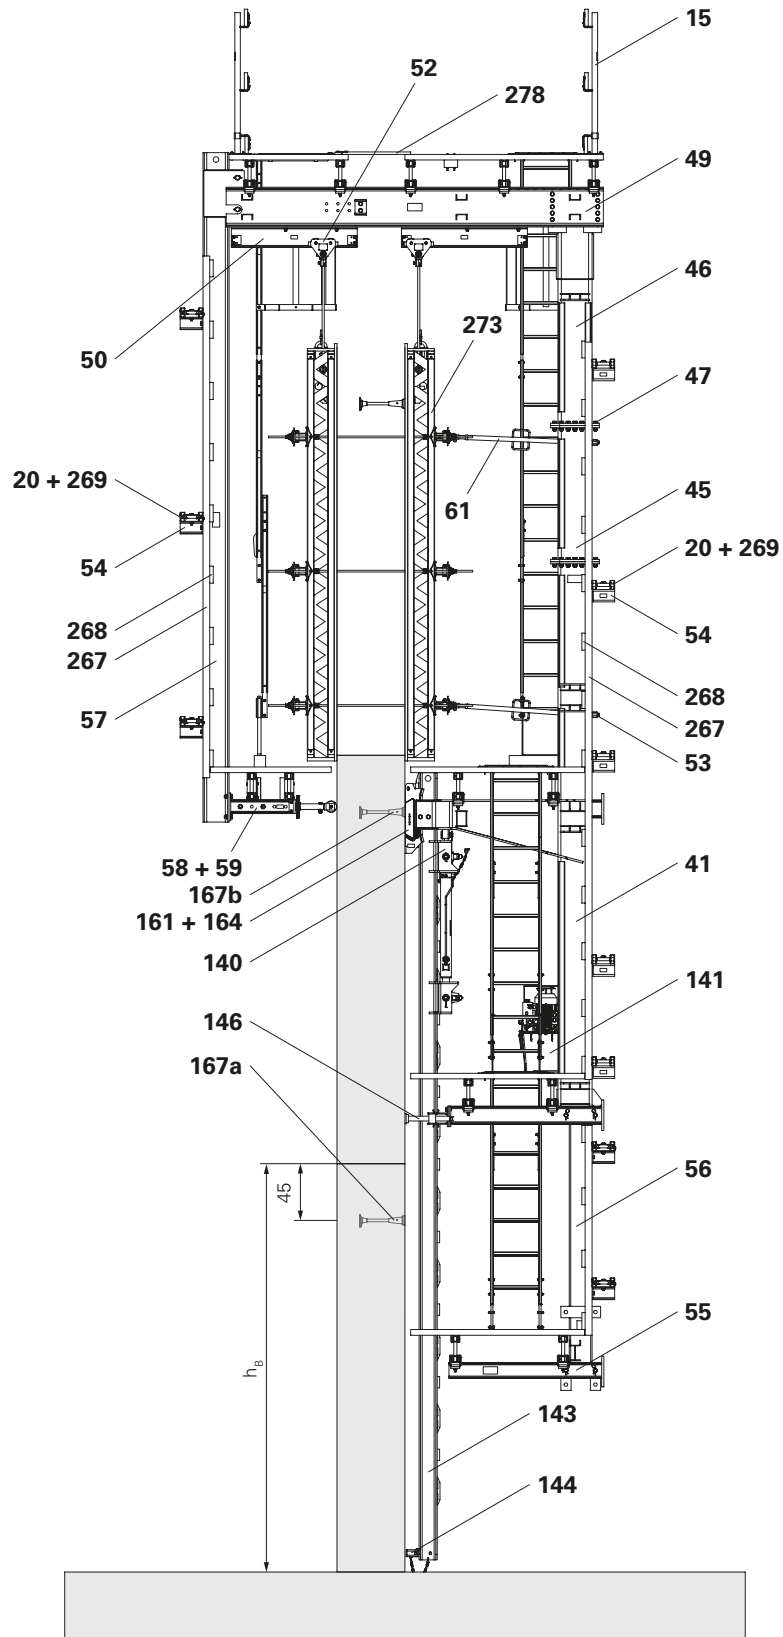

Fig. A1.01
- Concreting height ( $h_b$ ) = 3.6 m. (Fig. A1.01)